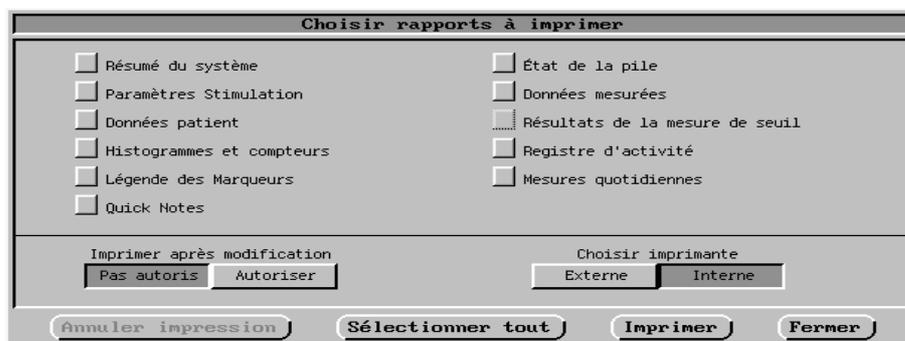

Figure 8-3. La fenêtre Choisir les rapports à imprimer.
1. Sélectionner l'icône de l'imprimante en haut de l'écran pour ouvrir la fenêtre Choisir les rapports à imprimer et afficher les options disponibles pour les rapports (Figure 8-3).